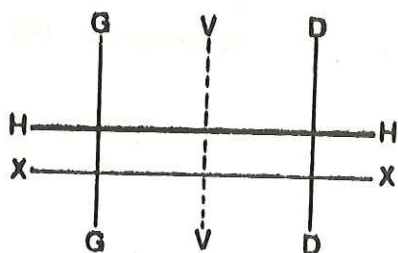

Fig. P3-14 Tablero control para la regulación de faros
- 3.2. Trazar en la pared o pantalla el esquema (Fig. P3-14). El emplazamiento reservado para regular los faros debe ser tal que todos los puntos de apoyo estén en su mismo plano, el cual debe ser, preferentemente horizontal y, en todo caso, con variaciones no mayores de 5 mm., debiendo tenerse presente estas alteraciones en la orientación del tablero de control.